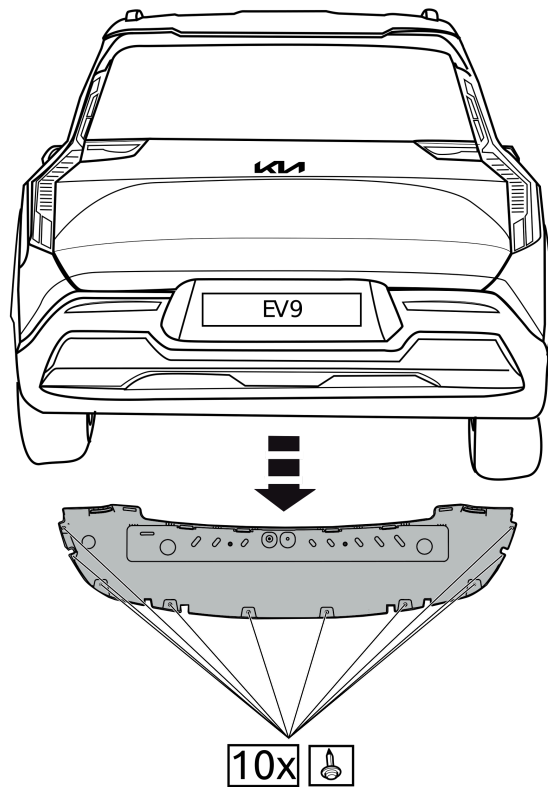

Fig. 1
1. Снять пластмассовые защитные колпаки. См. рис. 1&2.